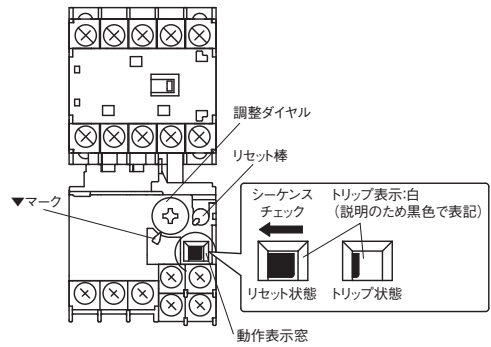

図1
(2) 動作表示【図1】
(3) シーケンスチェック【図1】
(4) リセット方法【図1】